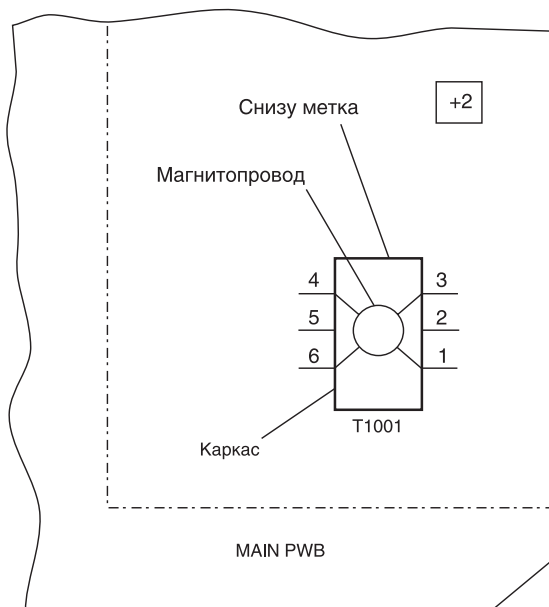

Рис. 3. Расположение выводов трансформатора
- намотку ведут, ориентируясь на рисунок 3, на котором эскизно показано расположение выводов трансформатора ELL04T032R (трансформатор ELL04T042R имеет такую же конструкцию и распайку выводов);